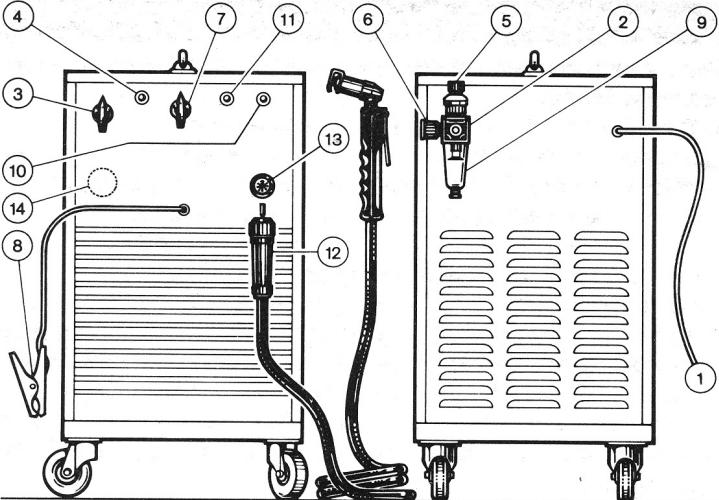

fig.2
Pneumatique: placé sur l'alimentation de la torche, pour éviter que la pression de l'air ne soit insuffisante, et mis en évidence par la lampe (11) (Fig. 2).
2) (Uniquement pour la version 90 A) pour bloquer la machine lorsque l'électrode atteint une usure telle que la substitution est obligatoire. Cette deuxième fonction est signalée par l'allumage de la lampe (10) (Fig. 2).
(Fig. 2). Monter la torche sur la machine en vissant à fond le collier de l'adaptateur (12) sur le raccord fixe (13) pour éviter que des fuites d'air provenant de ce raccord n'empêchent le fonctionnement de la torche ou ne l'endommagent. Veiller attentivement à ne pas abîmer le tourillon porte-courant ou à ne pas plier les broches de l'adaptateur (12); un tourillon cabossé ne pourrait plus, en effet, être déconnecté du raccord fixe (13), une fois monté; une torche pliée empêcherait une bonne fixation de l'adaptateur (12) sur le raccord fixe (13) et constituerait un obstacle pour le fonctionnement de la machine.
Mettre l'appareil sous tension en agissant sur l'interrupteur de réseau (3) (Fig. 2); cette opération est signalée par l'allumage de la lampe (4).
Dans la version 90 A l'appareil se bloque si l'électrode n'est pas remplacée (éclairage de la lampe-témoin (10) fig. 2). Pour le remettre en marche il faut éteindre l'appareil, remplacer l'électrode, la buse et rallumer en agissant à nouveau sur le bouton (3) (fig. 2).